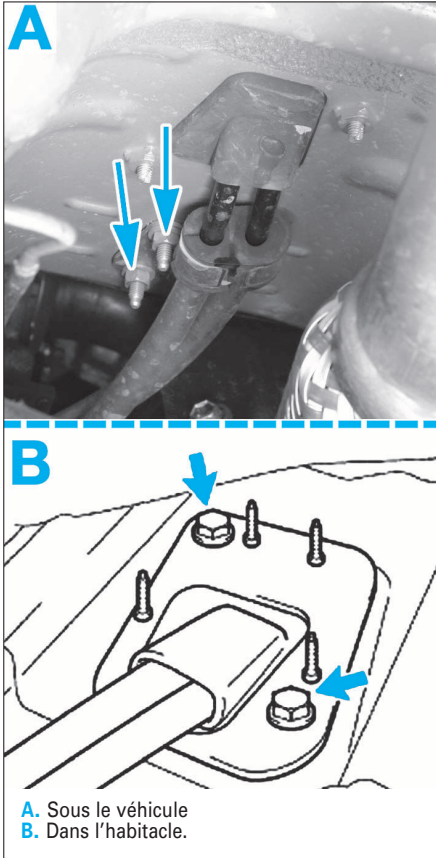

FIG. 12
- les fixations des câbles (fig. 12).